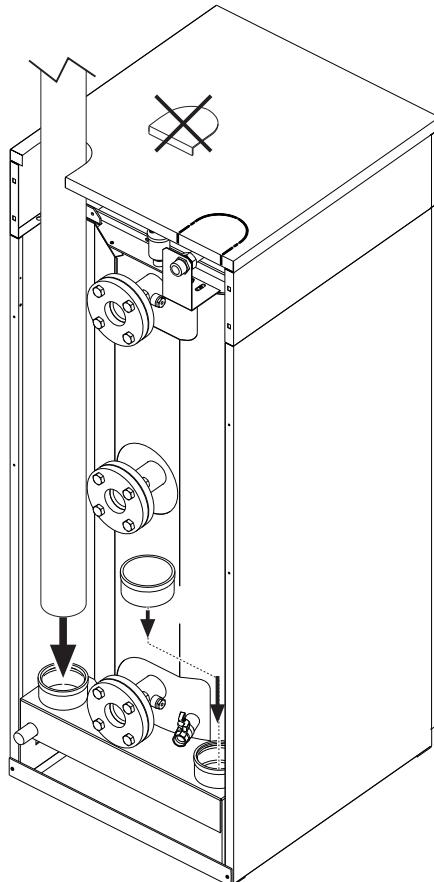

fig. 34 - Sortie des fumées
**!** Chaque appareil est doté de 2 connexions cheminée pour offrir une plus grande flexibilité d'installation. Utiliser uniquement une des sorties et contrôler que l'autre soit correctement bouchée (voir fig. 34). En cas d'installation en batterie avec sorties de fumées reliées à une unique cheminée ou collecteur **il est obligatoire d'installer sur chaque sortie une vanne antiretour de fumées** pour éviter les anomalies de fonctionnement ou les conditions de danger. Il est vivement conseillé d'utiliser les kits en option FERROLI, livrés avec les clapets antiretour appropriés.